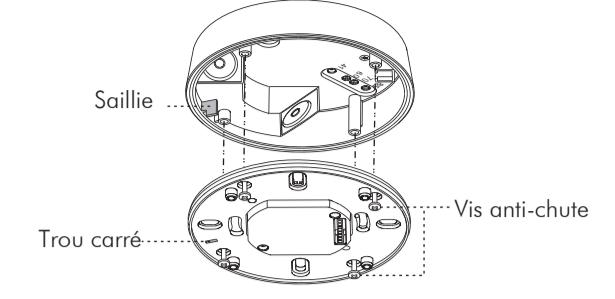

FIG. 16
3.4.3.5 Référez-vous aux diagrammes de câblage pour effectuer la bon câblage électrique (Voir FIG.5). Il existe un trou carré sur la plaque de fixation. Lorsque vous installez la plaque de fixation dans la boîte de jonction, veuillez serrer la vis à tête bombée dans la saillie de la boîte de jonction (Voir FIG.16), et fixer La tête du détecteur sur le boîtier d'alimentation en suivant la FIG.6 et montez-les à l'aide des 4 vis anti-chute fournies.